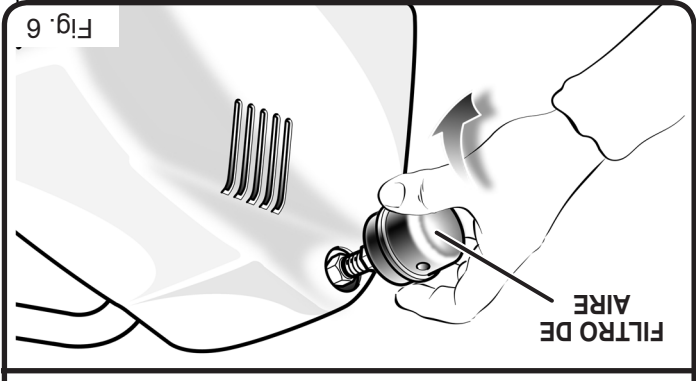

Fig. 6
- Girándolo en el sentido de las agujas del reloj (Fig. 6), atornille firmemente el filtro de aire al equipo.